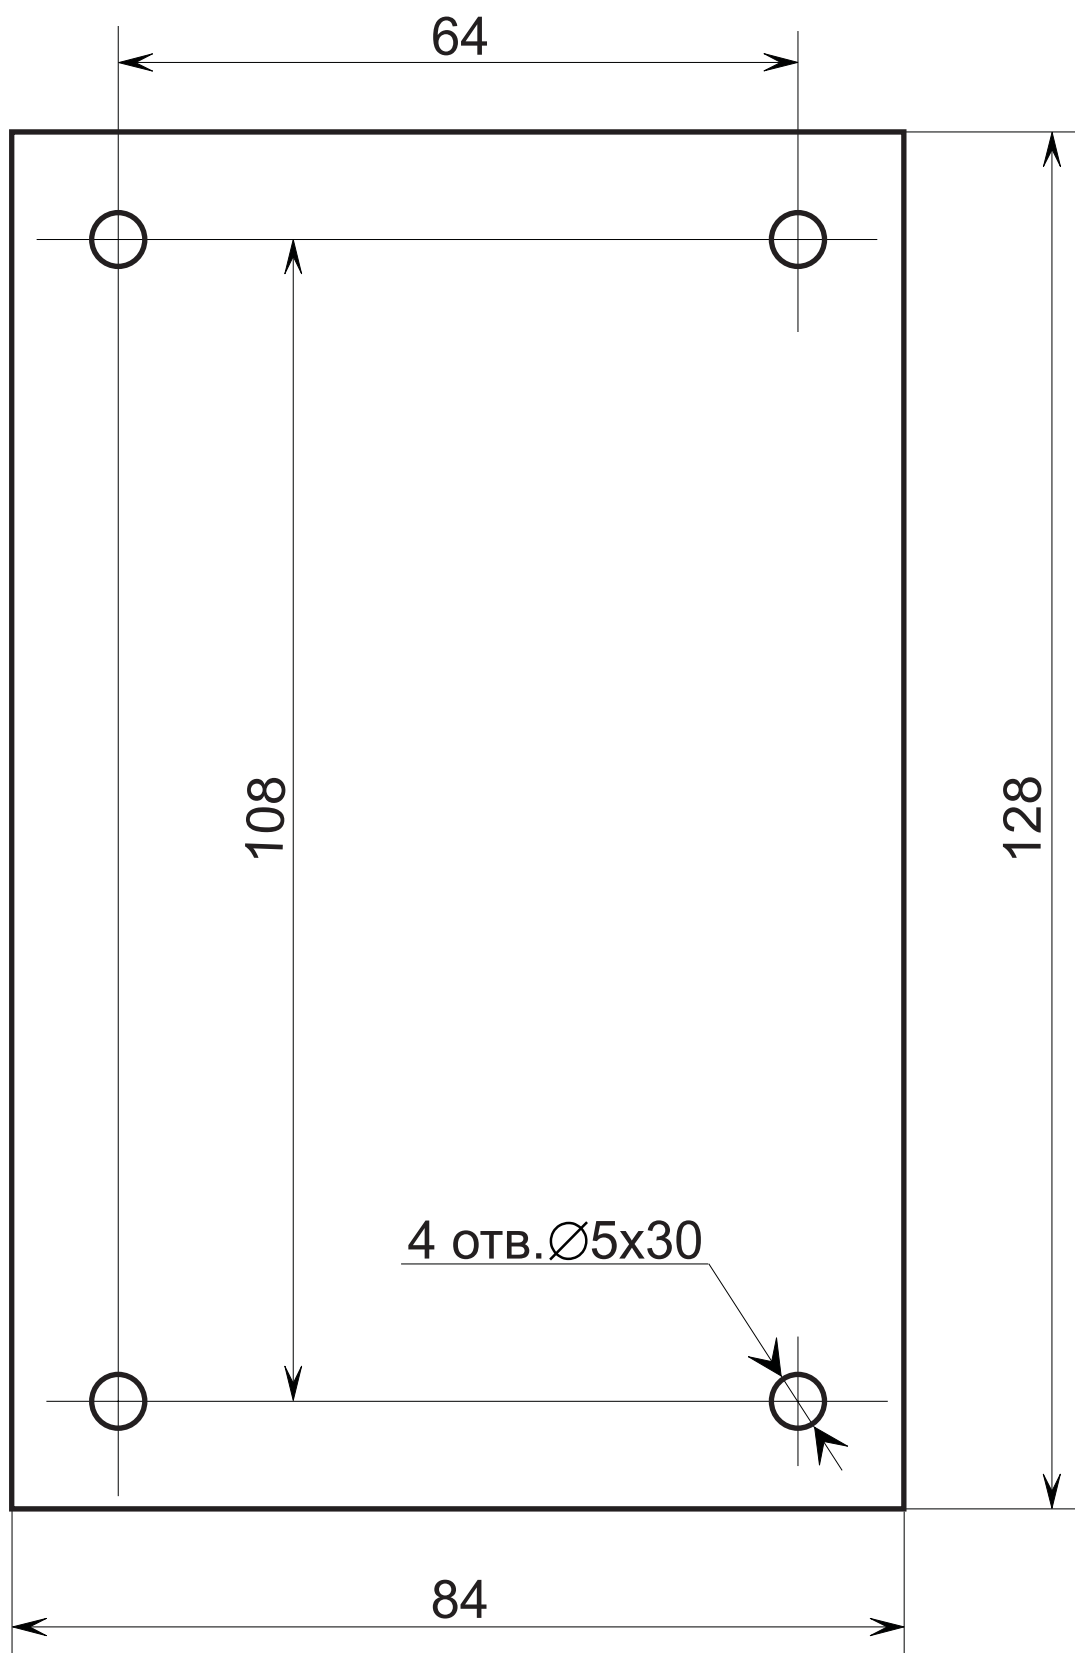

Рис. 6 Шаблон для разметки отверстий под установку считывателя
3. Произведите разметку и разделку отверстий для крепления считывателя и проводки его кабеля (п. 10) (размеры для разметки отверстий указаны на прилагаемом шаблоне (рис. 6)).